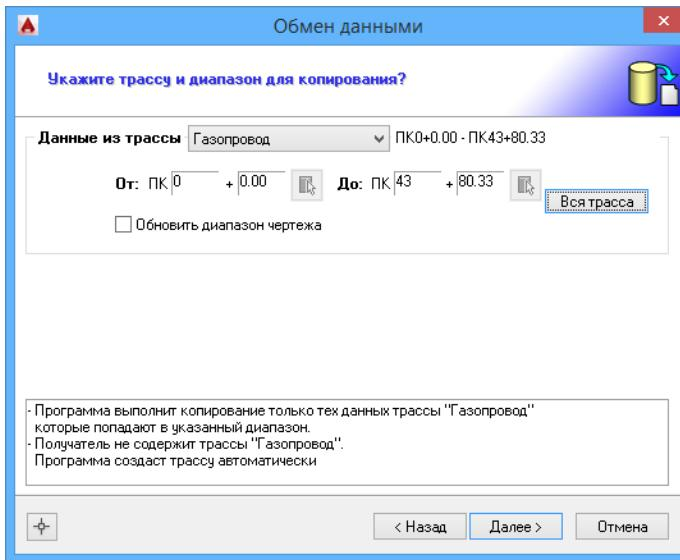

Рис. 13 Обмен данными - выбор диапазона трассы.
1. Вызвать команду *Копировать из базы проекта в чертеж* (меню *Трасса / Данные*). В диалоговом окне *Обмен данными* указать режим копирования (см. рис. 13).
Примечание Если длина трассы была изменена, необходимо выбрать режим копирования Часть трассы (см. рис. 13) и включить флајок Обновить диапазон чертежа. В результате чертеж будет перерисован с учетом «новой» длины трассы.